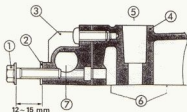

Bild 156
In Bild 156 wird beschrieben, was beim Befüllen und Entleeren der Kühlanlage zu beachten ist.
- 3 Ablassschraube und Entlüftungsschraube: Beim Befüllen des Kühlsystems wird die Schraube 12 bis 15 mm weit rausgeschraubt, siehe auch Bild 156!